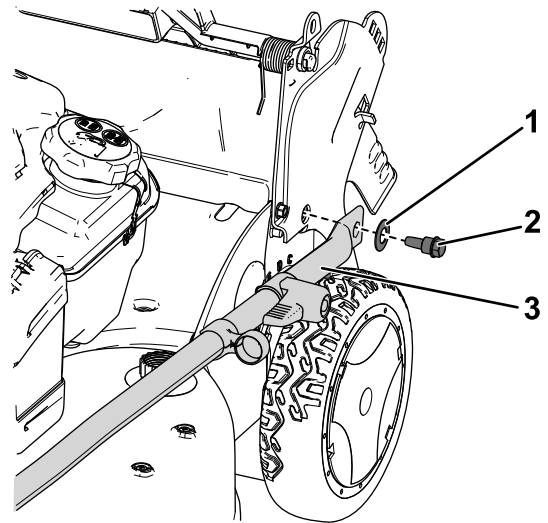

Рисунок 3
2. Присоедините торцевые части рукоятки к машине, установив две шайбы и два болта рукоятки (Рисунок 3), но не затягивайте эти болты.
**Внимание:** Проведите кабели к наружной части рукоятки (Рисунок 3).